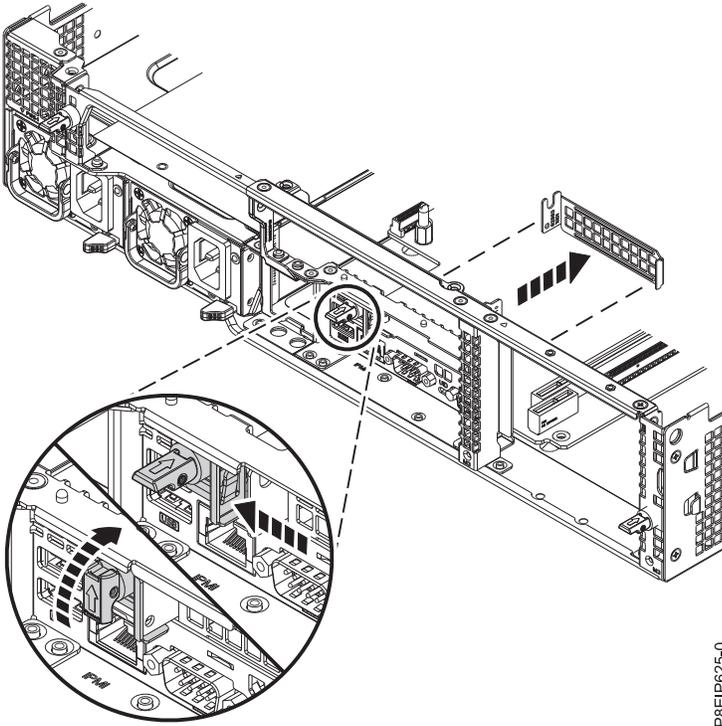

Figure 59. Libération de l'équerre de fixation
- a. Rétractez la goupille de retenue et ouvrez la porte de retenue pour libérer l'équerre de fixation, comme indiqué dans la figure 59, à la page 88.